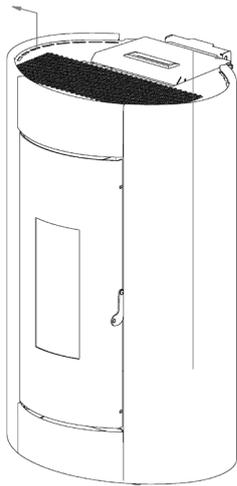

Fig. 58 - Entfernen der Seiten
- Die Seiten mit einer Bewegung von unten nach oben aushaken (siehe **Fig. 58**).